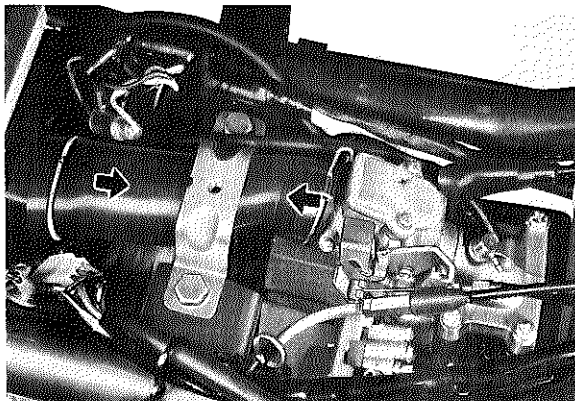

Fig. 3-1-5
10. Remove air cleaner joint. (Fig. 3-1-5)
10. Enlever le raccord du filtre à air. (Fig. 3-1-5).
11. Enlever le carburateur. (Fig. 3-1-5)
10. Luftfilter-Verbindungsstück abnehmen. (Fig. 3-1-5)